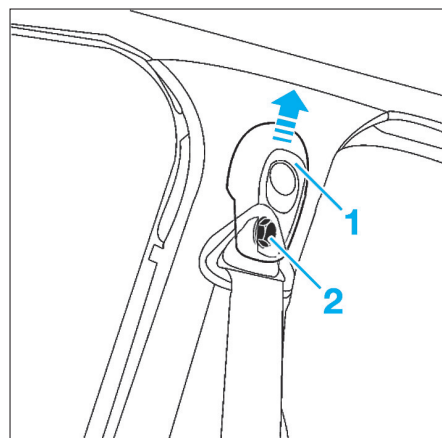

FIG. 28
- Dégrafer le cache supérieur (1) puis déposer la vis (2) de renvoi de ceinture de sécurité (Fig.28).